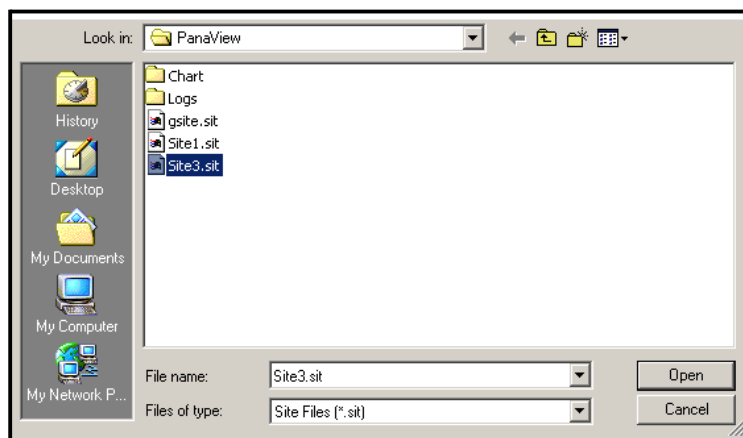
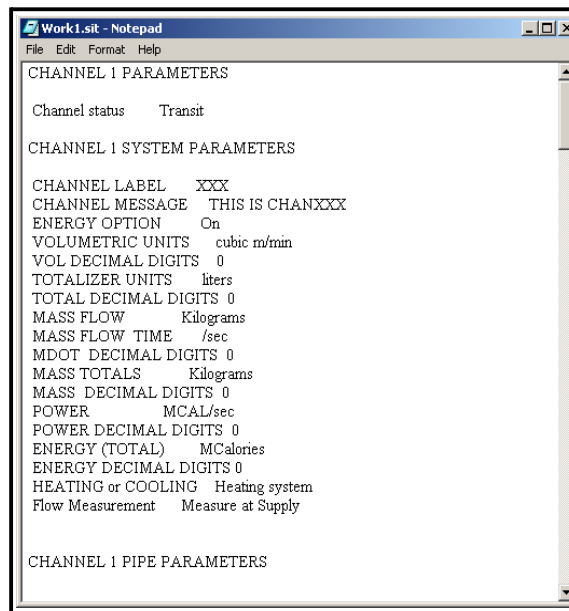

Figura 52: Selezione del file del sito
Figura 54: Stampa del file del sito
2. Cliccare quindi sul pulsante [Salva sito nel contatore]. Si apre una schermata simile a quella della Figura 52.
3. Si apre la finestra Selezione file sito (Figura 52 a pagina 124). Evidenziare un file del sito con le impostazioni desiderate e fare clic su [Apri]. Il file del sito diventa il sito di lavoro nello strumento con le impostazioni desiderate.
2. Fare clic su [Salva sito su PC]. Si apre una finestra simile a quella della Figura 52 a pagina 124..
1. Evidenziare il sito nel riquadro di sinistra. (Vedere Figura 52 a pagina 124):
3. Si apre la finestra *Selezione del file del sito* (Figura 52 a pagina 124). Inserire il nome del sito desiderato (ora con suffisso .prt) e fare clic su [Salva]. PanaView visualizza una versione di testo del sito, come mostrato nella Figura 54.